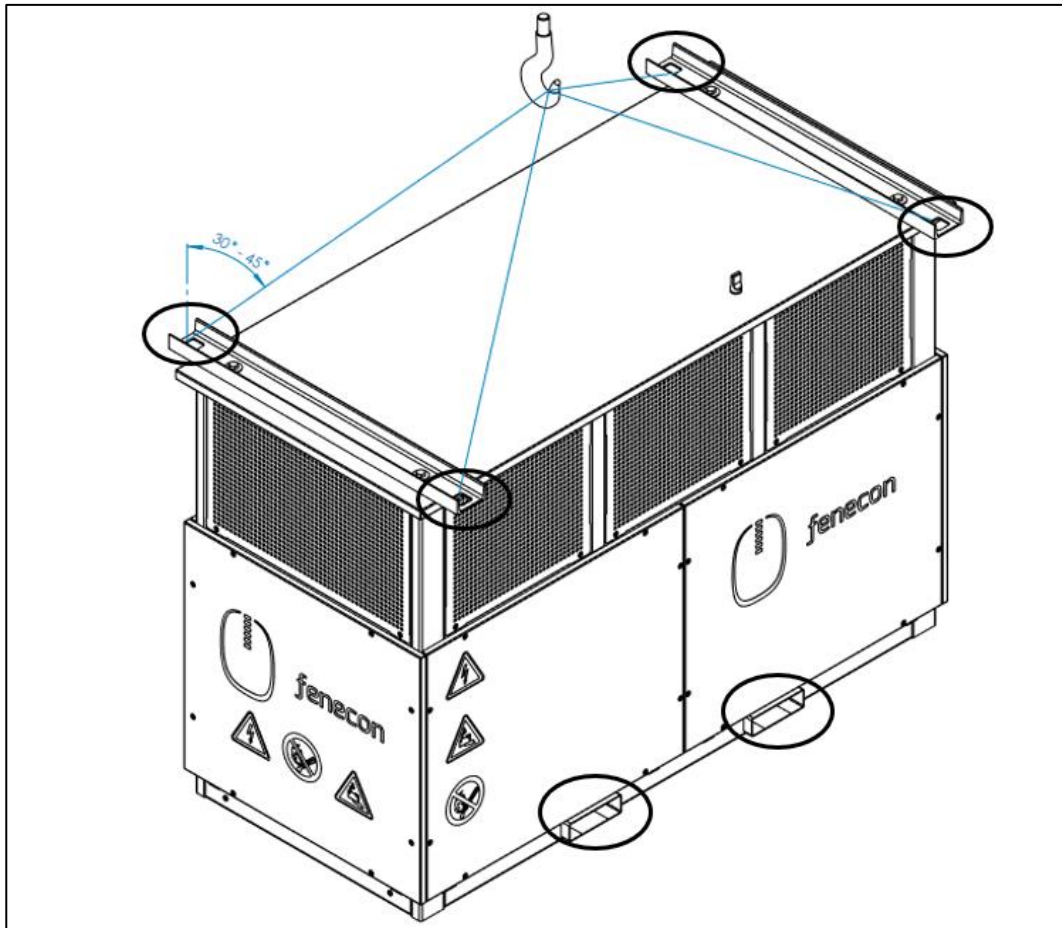

Abbildung 29: Gabelstapler- und Kranaufnahme Punkte
- Für den korrekten Transport muss ein Winkel von 30° - 45° der Anschlagmittel zur Vertikalen eingehalten werden. (vgl. Abbildung 29: Gabelstapler- und),
1. Den Container entweder mit einem Hebezeug (z. B. Kran) oder einem Gabelstapler an den vorgesehenen Aufnahmepunkte (vgl. Abbildung 29: Gabelstapler- und) aufnehmen und aufladen
- Für den korrekten Transport muss ein Winkel von 30° - 45° (vgl. Abbildung 29: Gabelstapler- und) eingehalten werden.